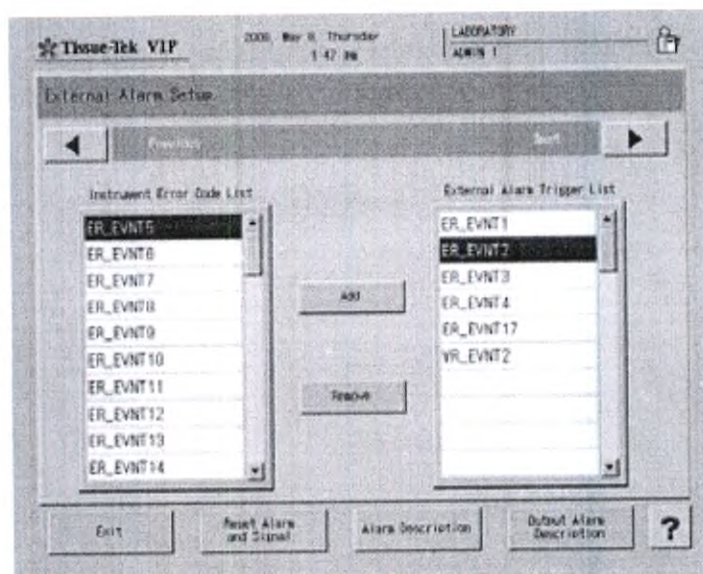

Рис. 55 Настройка внешней системы сигнализации
1. В главном меню выберите закладку «**Utility Menu**» (Меню утилит), а затем нажмите кнопку «**External Alarm and Signal Setup**» (Внешняя система сигнализации и настройка сигналов). Появится меню «External Alarm Setup» (Настройка внешней системы сигнализации) (Рис. 55).